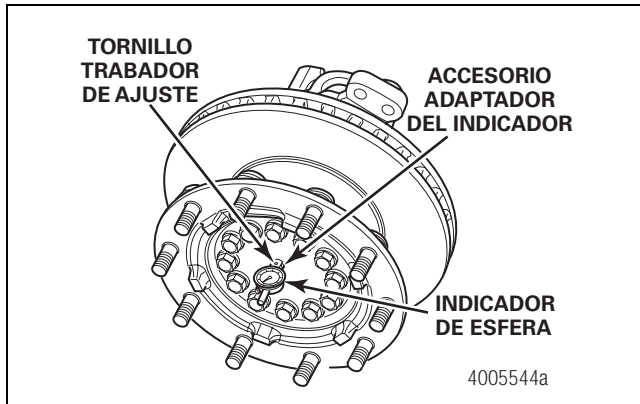

Figura 3.2
6. Fije el indicador de esfera. Afloje el tornillo trabador de ajuste y deslice lentamente el indicador de esfera a través del agujero respectivo. Coloque el indicador de esfera contra la cara de la maza y apriete el tornillo trabador de ajuste cuando comience a moverse la aguja. Ponga el indicador de esfera en CERO. No gire el extremo de rueda. Figura 3.2.